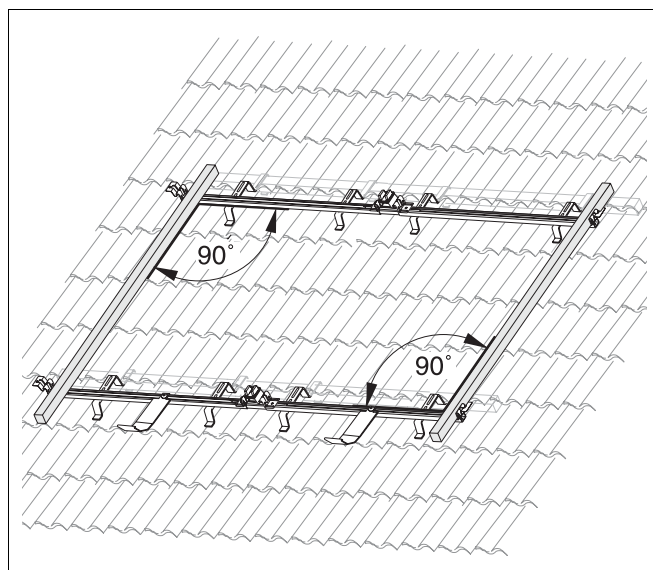

Fig. 24 Nivelar el perfil guía
- ▶ Alinee los perfiles guía superiores también lateralmente con los perfiles guía inferiores (fig. 24).